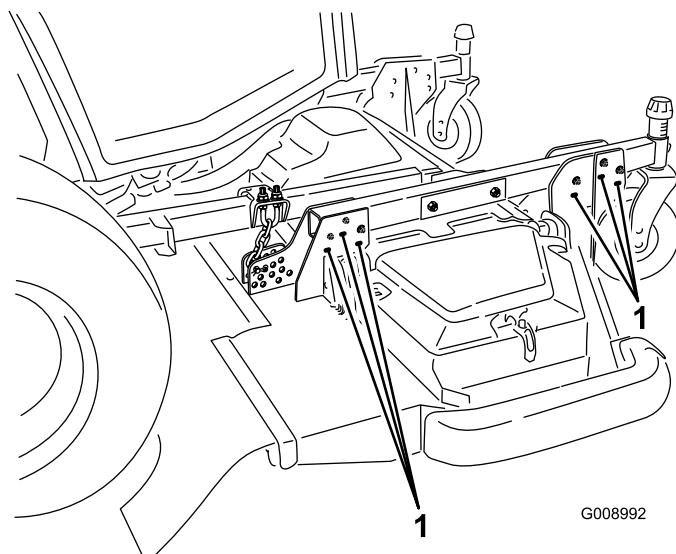

図 27
7. 刈高を 102 – 153 mm にセットするには、デッキハンガープラケットを刈高キャスターームに固定している取り付けボルトを外し、デッキハンガープラケットを刈高キャスターームの下穴に付け替える(図 27)。